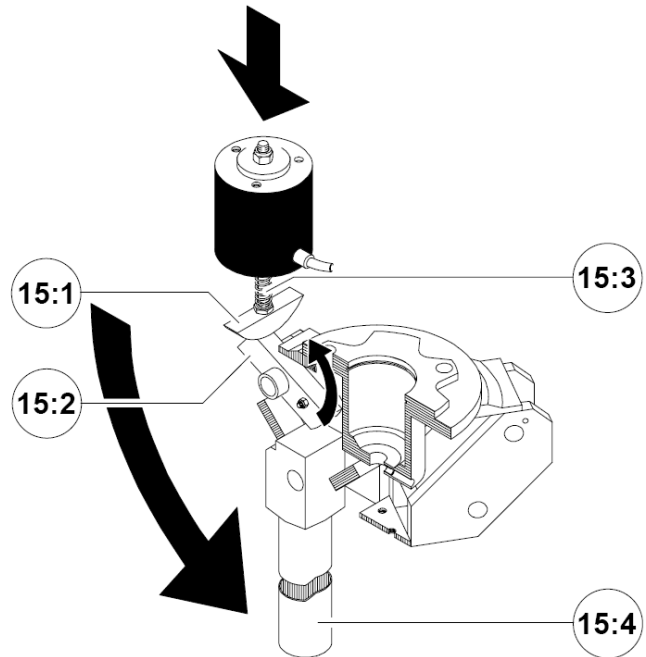

Рис. 15
- При пропадании напряжения питания, как показано на рис. 15, кулачок (15:1) под действием пружины (15:3) толкает затвор (15:2), поворачивая его вокруг своей оси. При этом преграждающая планка (15:4) оказывается разблокирована и опускается вниз под действием силы тяжести.